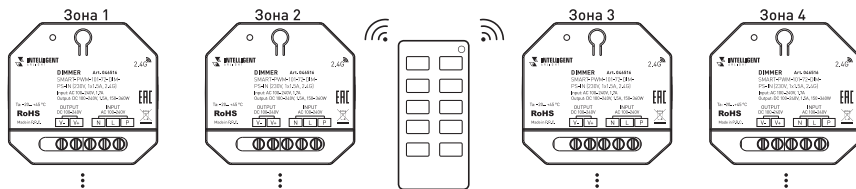

Рис. 3. Вариант построения системы с 4-зонным пультом дистанционного управления
- 3.10. При использовании многозонных пультов ДУ или панелей можно построить разветвленную систему управления (рис. 3).